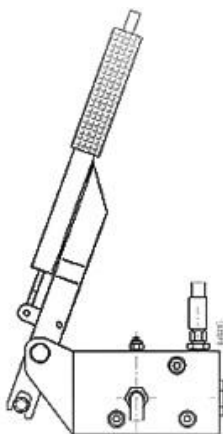

Рис. 4-7
(1) Достаньте ручной насос (см. Рис. 4-7), который находится в ящике инструментов. Отпустите тормоз в соответствии с рисунком 4-8.
(2) Подключите шток EL10LOMD тормозного клапана X7 (b) приводного насоса к порту Р ручного насоса.
(3) Установите шланг А ручного насоса в гидравлический бак, или подсоедините тормозной масляный трубопровод приводного насоса с входным отверстием ручного насоса, медленно перемещайте ручку ручного насоса до тех пор, пока тормоз не будет отпущен. Поддерживайте давление в диапазоне 2-3МПа, и медленно перемещайте каток в нужное место.
(4) Нажмите кнопку стояночного тормоза, чтобы восстановить работоспособность тормоза.